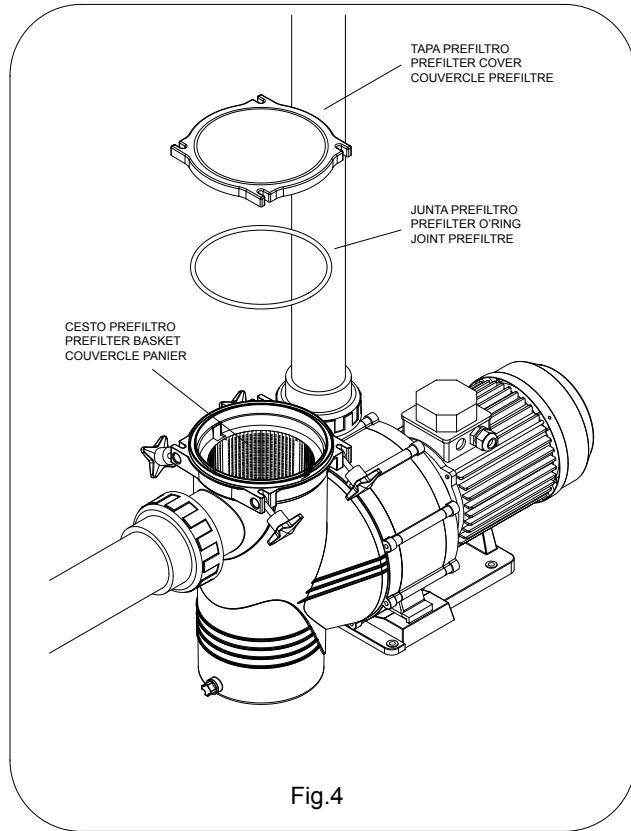

Fig.4
- Ouvrir le couvercle du pré-filtre (Fig.4).
- Placez et fermez le couvercle sur le pré-filtre sans oublier de bien positionner le joint (Fig.4).
- Chaque fois que vous ouvrez le pré-filtre, nettoyer le joint pour assurer une bonne étanchéité (Fig.4).